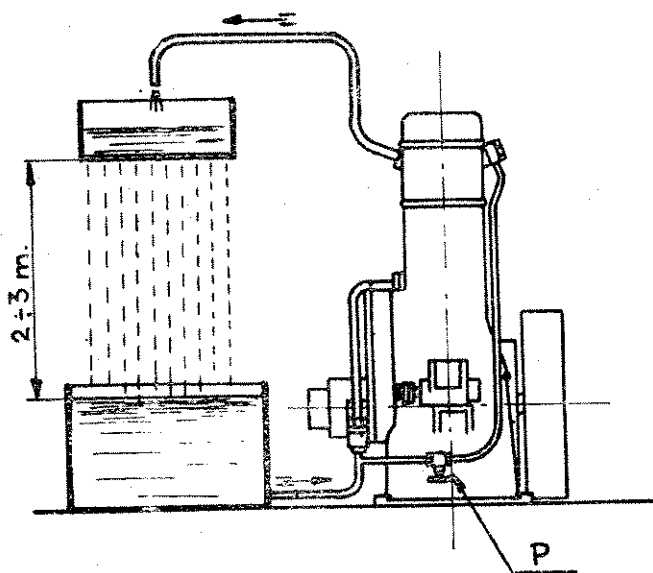

fig. 3
**Circolazione a pioggia (Fig. 3)**